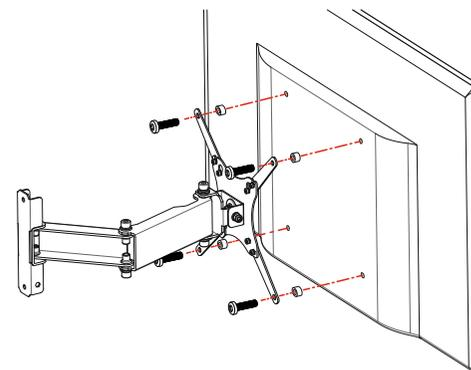

Рисунок 3. Монтаж телевизора/монитора на держатель (для VESA MIS-F 200)
- 4.7 Монтаж телевизора на держатель для VESA MIS-F 200 показан на рис.3. Монтаж удобнее производить вдвоем.